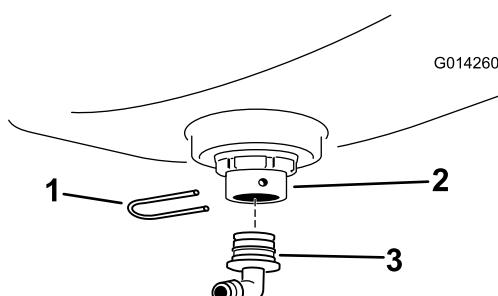

图9
3. 在隔板接头上安装一个90度接头并使用固定叉图9来固定。
5. 用软管夹将在切割软管(页码4)中切割的软管部分43.3cm安装到90°接头上然后用手紧固软管夹图9。